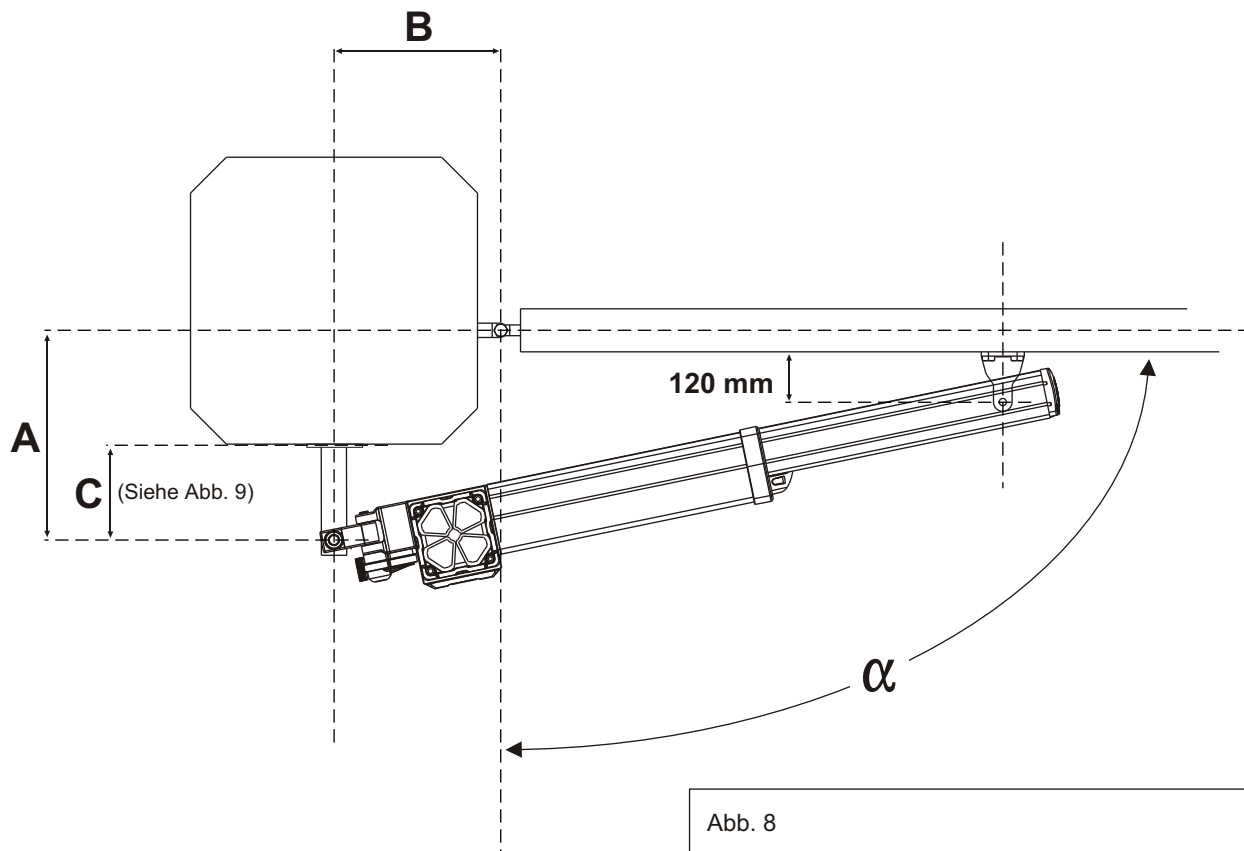

Abb. 7
**2.2.** Den hinteren Bügel (Abb.6) an die Platte schweißen und dabei die in Abb. 7 und 8 angegebenen Maße berücksichtigen. Wenn nötig den Bügel kürzen, jedoch darauf achten die Mindestlänge von 60 mm (Abb. 9) nicht zu unterschreiten.